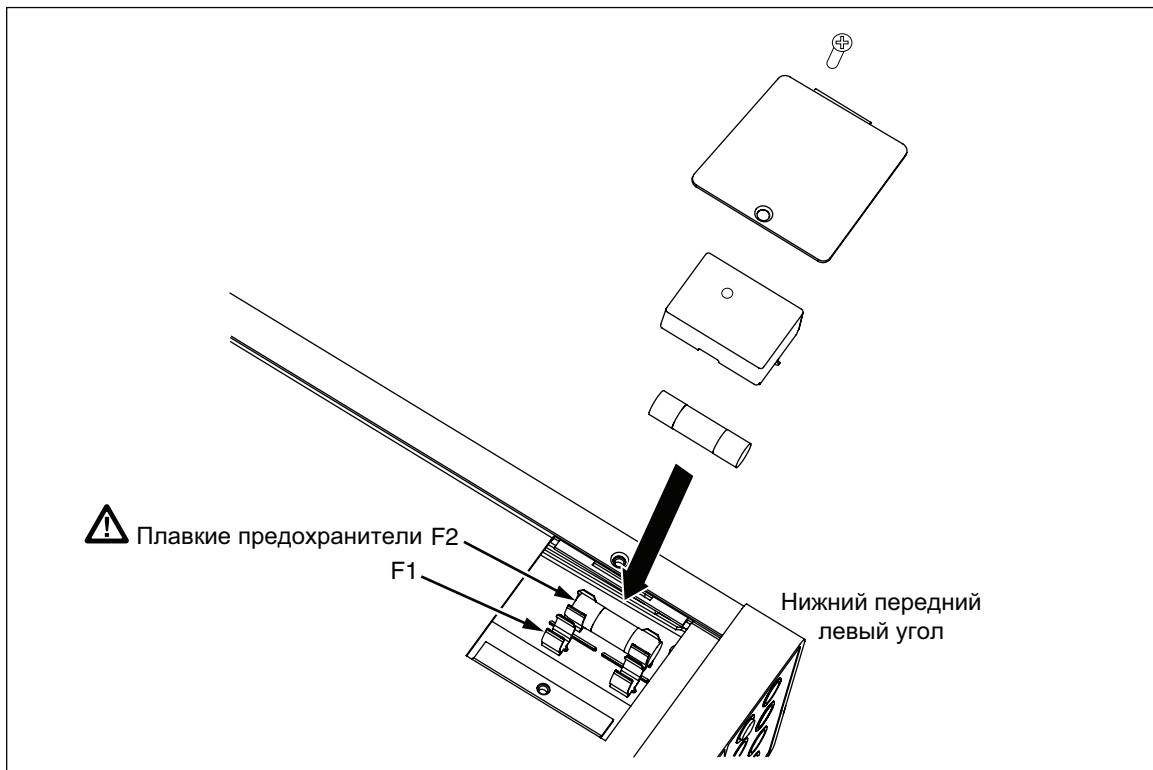

Рисунок 2 Замена плавких предохранителей на токовом входе
3. Вывинтите фиксирующий винт из дверцы отсека плавких предохранителей. См. Рисунок 2.